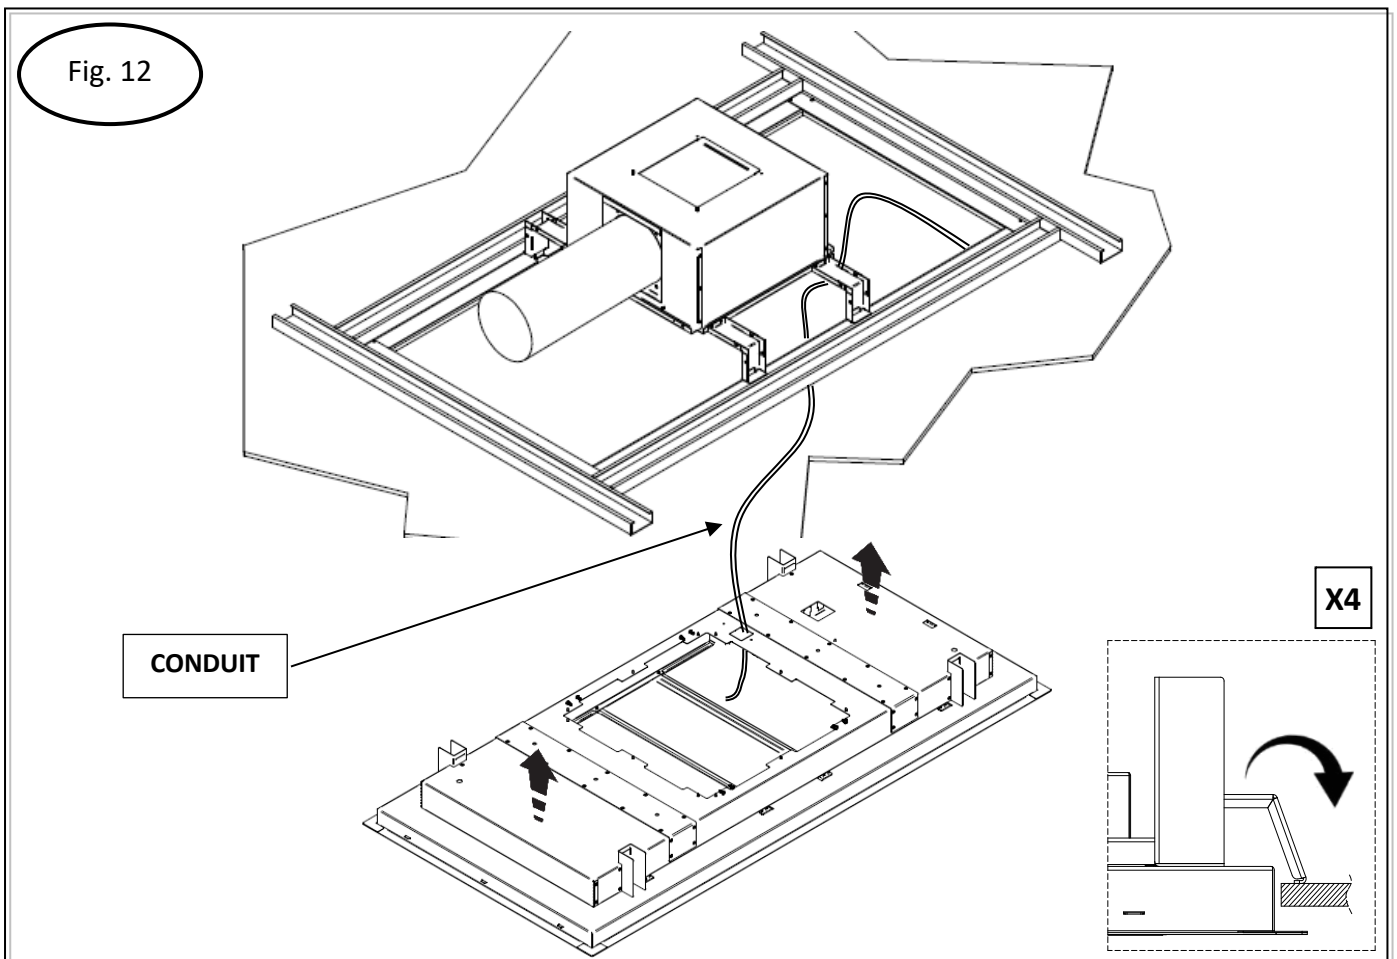

Fig. 13
- Serrez les 4 vis des supports à dégagement rapide de manière à exercer une pression suffisante pour fixer la hotte au plafond. Maintenant que la hotte est bien fixée, faites passer le CONDUIT dans le BOÎTIER DE JONCTION (fig.13).